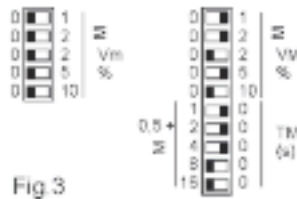

Fig 3
Le réglage des seuils et des temporisations se fait à l'aide d'un système à haute résolution utilisant les dip-switches placés à l'intérieur des deux petites fenêtres en face avant (fig.3)
Dans la petite fenêtre sur la droite, se trouvent les switches pour le réglage du seuil max (VM) et de la temporisation (fig.3)
Pour régler VM à 8% de la tension nominale et la temporisation à 24,5 sec. activer, dans la petite fenêtre sur la droite, les switches suivants (fig.3)
The regulation of the set points and of the delay timers are made by means of a discrete system at high resolution using the dip-switches located inside the two small windows of the front panel (fig.3).
In the small window on the right there are the switches for the regulation of the max set point (VM) and of the delay timer. (fig.3)
For setting VM at 8% of the nominal voltage, and the delay timer at 24,5 sec, activate inside the small window on the right the following switches: (fig.3)